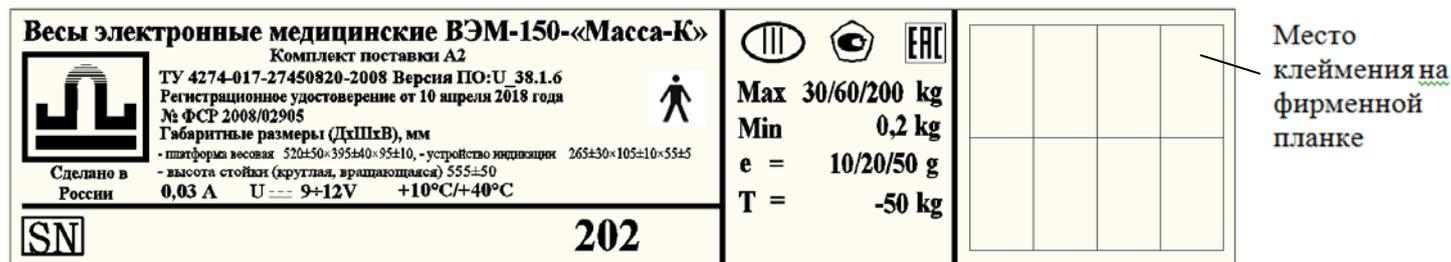

Рис. 18.1 - Планка фирменная
- нанести на фирменную планку весов (Рис. 18.1, Рис. 18.2) оттиск поверительного клейма.